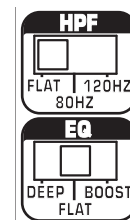

figura 1
2. Impostare gli switch HPF ed EQ alle posizioni Flat (figura 1).